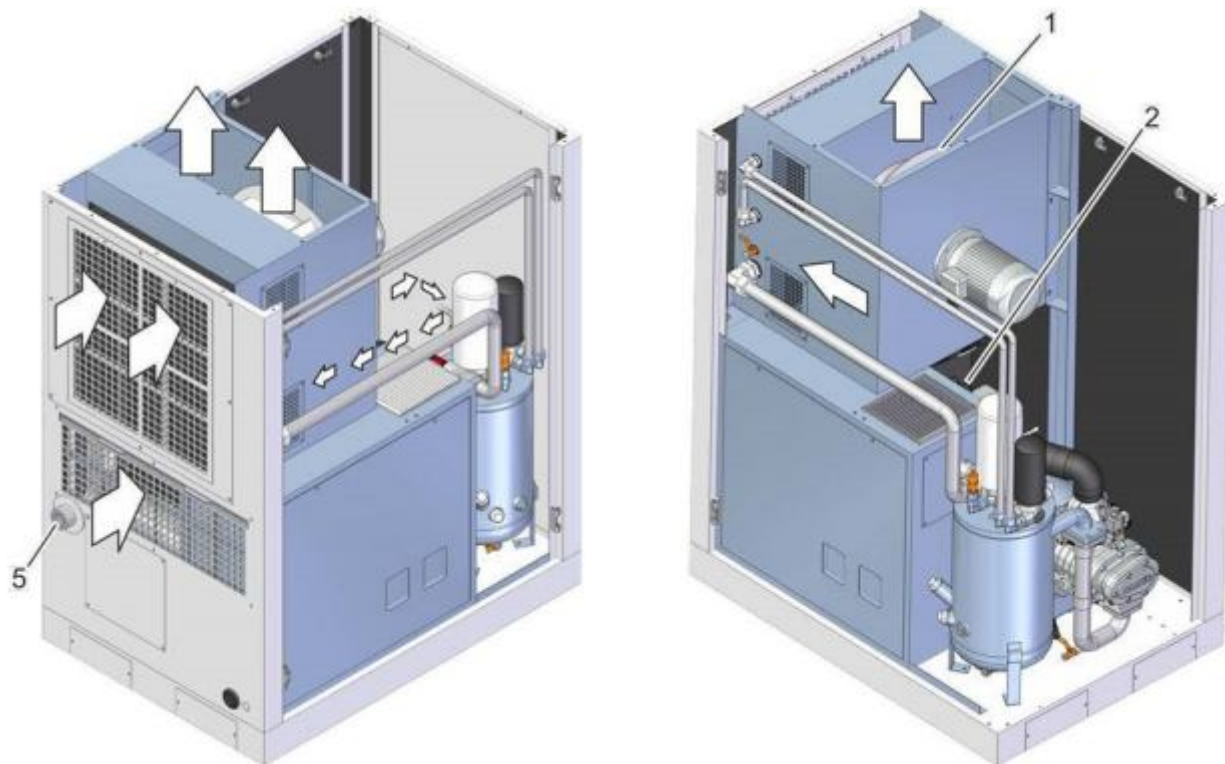

Рис. 13: Схема технологического потока, Винтовой компрессор BELT XP 16 – 37
- Вентилятор охлаждения (Рис. 13/1)
- Всасывающий фильтр (Рис. 13/2)
- Подключение сжатого воздуха (Рис. 13/5)